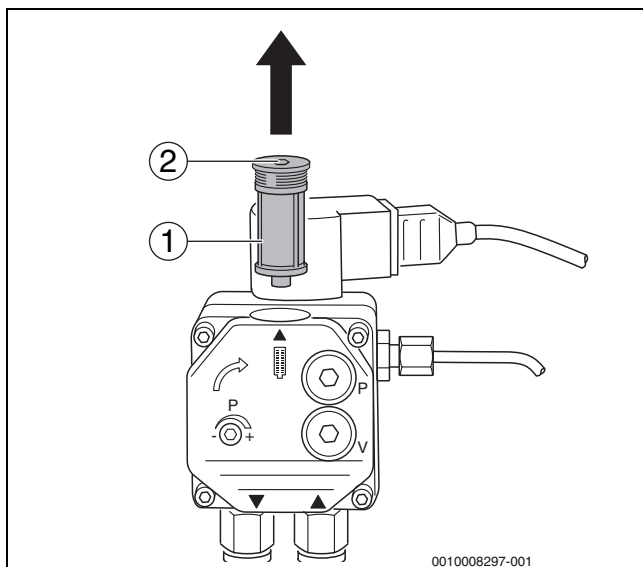

Bild 28 Ölpumpenfilter prüfen – Ölpumpe Danfoss
- ▶ Die Innensechskantschraube an der Oberseite (→Bild 28, [2]) lösen.
- ▶ Ölpumpenfilter (→Bild 28, [1]) nach oben herausziehen.
- ▶ Ölpumpenfilter (→Bild 28, [1]) mit Waschbenzin reinigen, gegebenenfalls austauschen und wieder in die Ölpumpe einbauen.